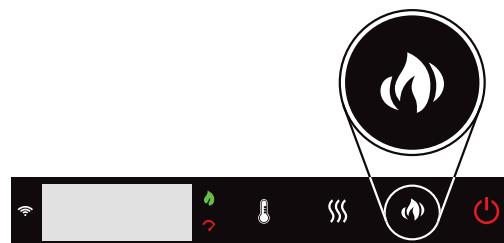

Fig. 2
2. Appuyez sur le bouton de contrôle de l'éclairage de la flamme sur le panneau de commande de l'appareil et maintenez-le enfoncé pendant 10 secondes (**Fig. 2**).